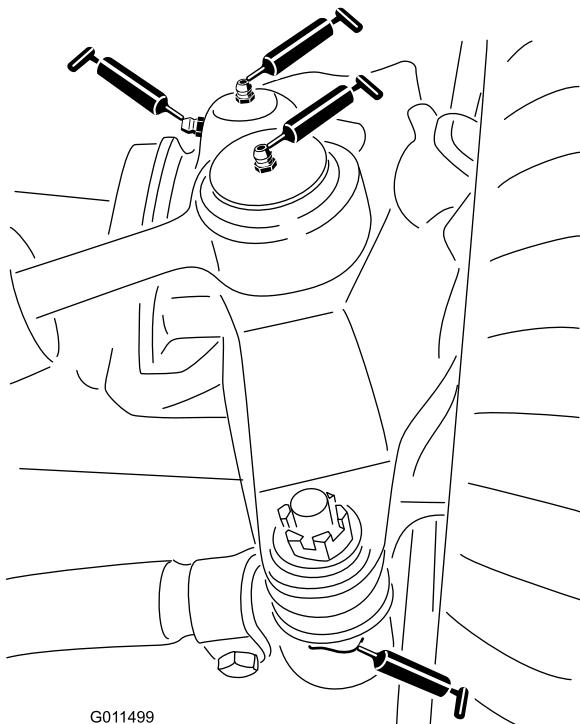

Figura 58
- 2 giunti a sfera del cilindro di sterzatura (Figura 58)
- 2 giunti a sfera del tirante (Figura 58)
- 2 boccole del perno del fuso a snodo (Figura 58).